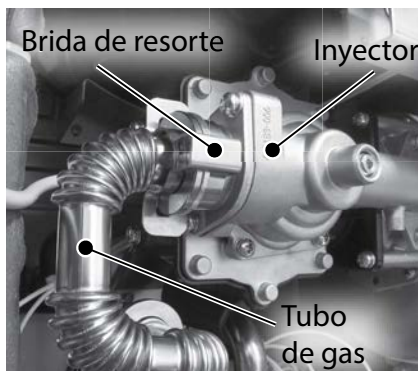

Figura 99 - Retire la brida de resorte superior
9 Ubique la brida de resorte superior que fija el tubo de gas al inyector, como se muestra en la Figura 99. Observe la orientación de la brida de resorte superior que fija el tubo de gas al inyector. Retire la brida de resorte y déjela a un lado en un lugar seguro para volver a instalarla.
- 20** Instale el tubo de gas en el inyector y ubique la brida de resorte que se retiró anteriormente en el **Paso 9**. Oriente la brida de resorte adecuadamente, como se muestra en la Figura 99. Instale la brida de resorte para fijar el tubo de gas al inyector. Confirme que la conexión de gas esté apretada y que no tenga fugas.